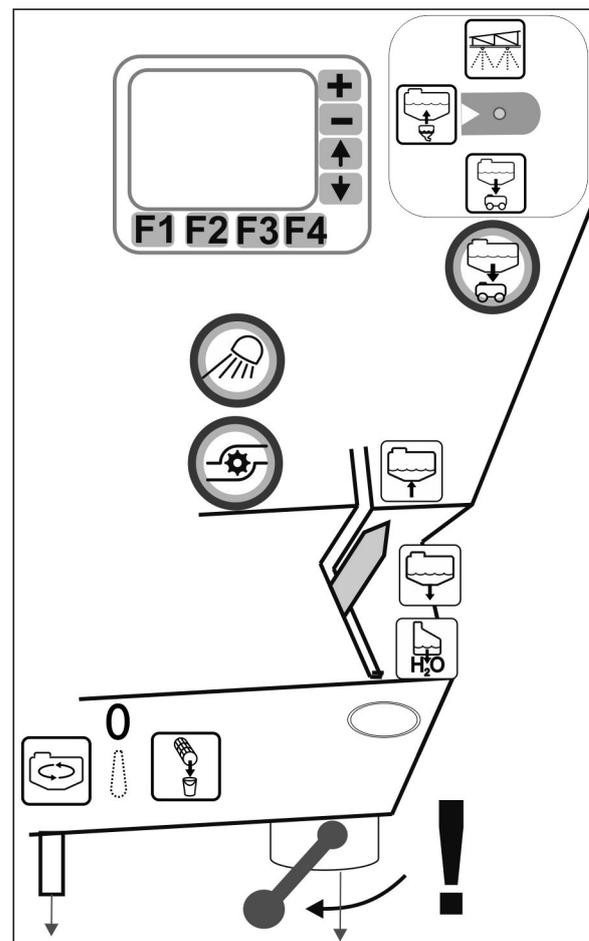

Fig. 141
- Rengjør sugefilteret (Fig. 141) daglig etter rengjøringen av åkersprøyten.
- Smør O-ringen nede på sugefilteret (Fig. 141/4). Påse korrekt montering av O-ringene.
1. Løs lokket til sugefilteret (Fig. 141/2).
2. Ta av lokket samt sugefilter (Fig. 141/3) og rengjøre med vann.
6. Løs lokket til sugefilteret (Fig. 141/2).
7. Betjen sikkerhetsventilen på sugefilteret (Fig. 141/1).
8. Ta av lokket samt sugefilter (Fig. 141/3) og rengjøre med vann.